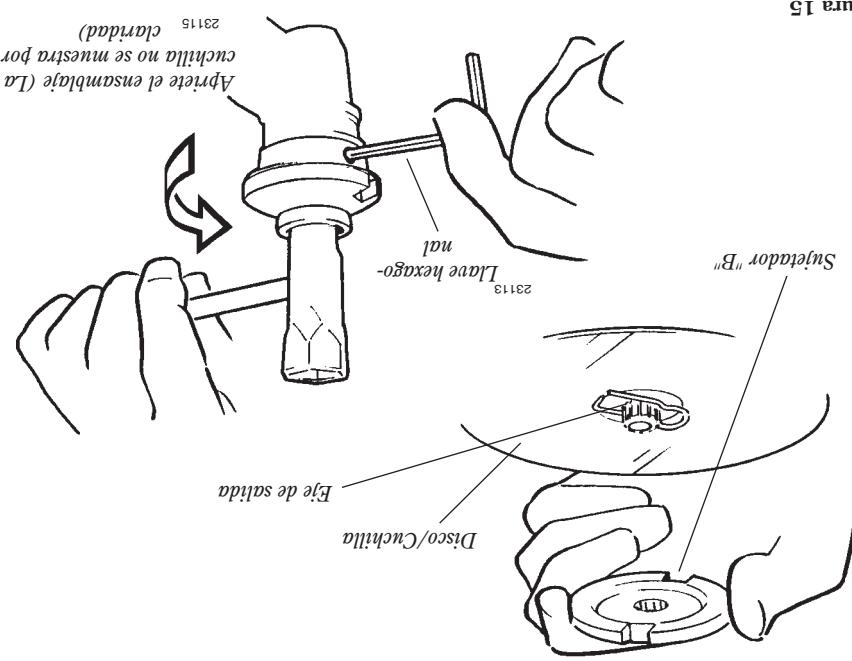

Figura 15
5. Instale el sujetador B en el eje de salida. Consulte la figura 15. El